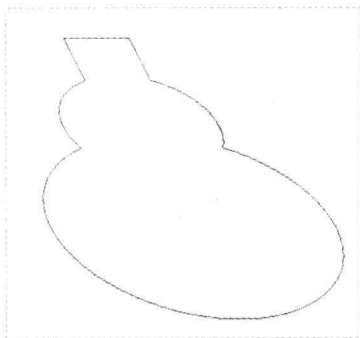

图 9-69 图形文件
Step 01 按【Ctrl+O】组合键, 打开图形文件, 如图 9-69 所示, 在“功能区”选项板的“模型”选项卡中, 单击“曲面”面板中的“造型”按钮